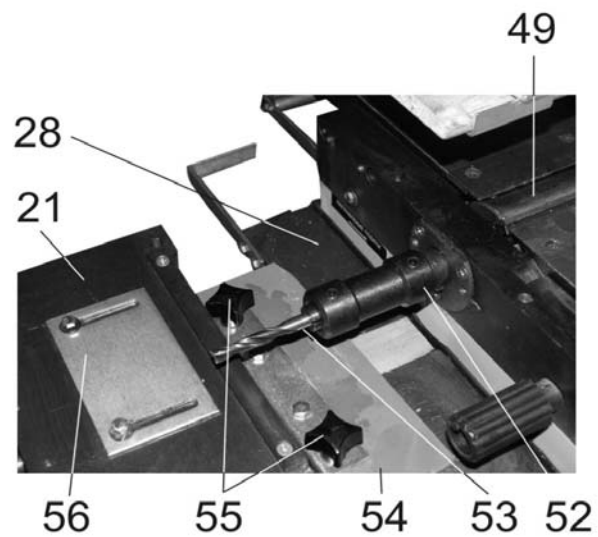

Рис. 11
8.2.9. На фрезерном рабочем столе (28) установите и закрепите фрезерный суппорт (21), Рис.11.
8.3.1. При выполнении фрезерных операций с применением пальчиковых фрез (53) на выступающую часть (шпиндель) строгального вала (49) установите и закрепите специальный фрезерный патрон (52), Рис.11.
8.3.2. В специальный фрезерный патрон (52) вставьте необходимую разрезную вставку (см. комплектность) сквозной прорезью перпендикулярно болту фиксации, установите пальчиковую фрезу (53) и, используя шестигранный ключ (см. комплектность), закрепите пальчиковую фрезу (53), Рис.11.
8.3.4. При выполнении фрезерных операций с применением фрезерной головки (59) или насадных фрез (не комплектуется) необходимо установить ее на выступающую часть (шпиндель) строгального вала (49). Учитывая направление движения, установите и закрепите выше перечисленный режущий инструмент, Рис. 11, 13.
- поворотом ручки фиксации (39) ослабить фиксацию положения фрезерного рабочего стола (28);
- маховиком (41) установить необходимую высоту фрезерного рабочего стола (28);
- маховиком поперечной подачи (37) установить необходимое положение фрезерного рабочего стола (28) относительно фрезерного режущего инструмента;
- установленное положение фрезерного рабочего стола (28) зафиксировать ручкой фиксации (39);
- направляющий упор (56) установить в зависимости от глубины фрезерования / сверления, Рис. 11.